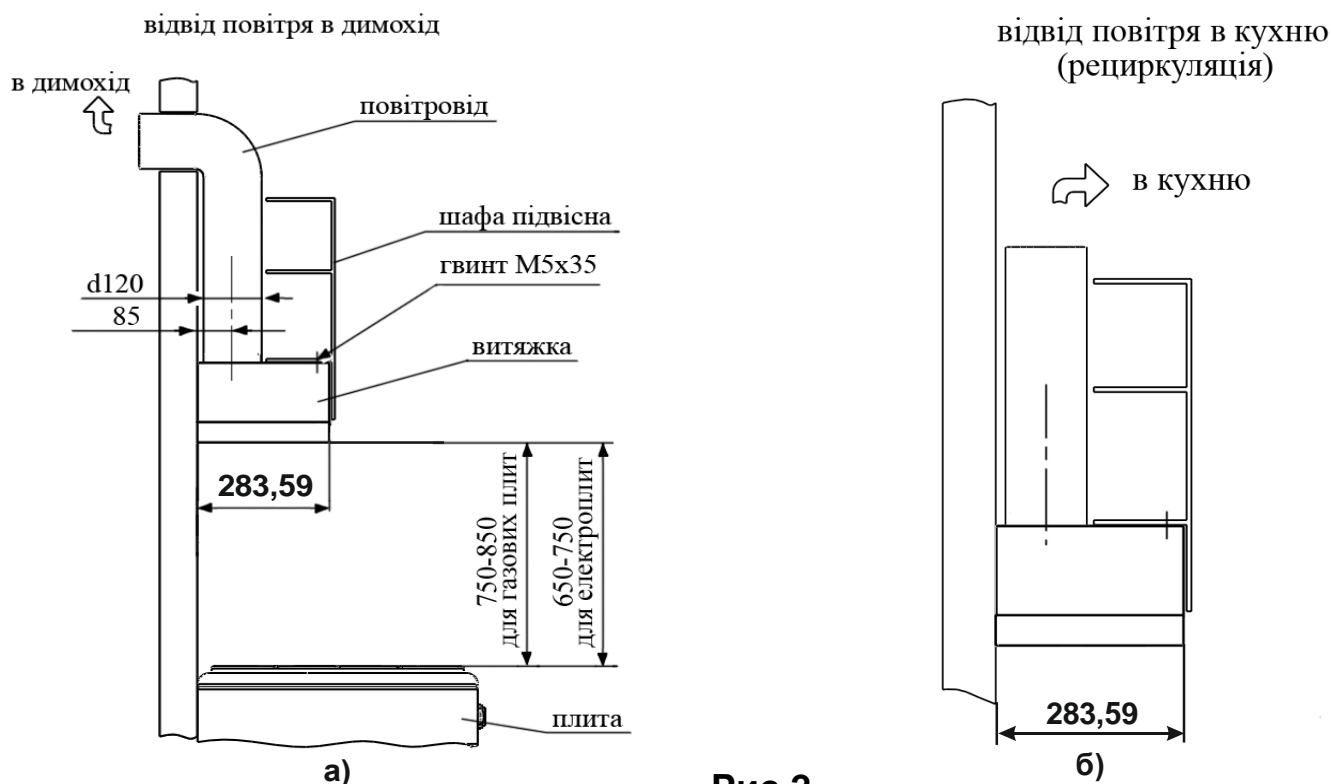

Рис.2
1.5 В залежності від схеми установки над плитою витяжка може працювати в двох варіантах (**рис.2**):
- в режимі відводу повітря в стаціонарний вентиляційний канал (димохід) кухні з використанням гофрованих алюмінієвих повітроводів Ø150мм, а з перехідником Ø120 (**рис.2а**);
- в режимі рециркуляції (замкнута кругова циркуляція повітря на кухні), коли витяжка не підключається до димоходу, а повітря проганяється через жирозловлюючі алюмінієві та вугільні запаховбирні фільтри (купляються окремо і встановлюються на кришці турбовентилятора) і повертається знову на кухню (**рис.2б**).
1.11 **Увага! Витяжка монтується на стіні над електроплитами на віддалі 650-750мм, а над газовими плитами на відстані 750-850мм від робочої поверхні плити (рис.2).**
5.3 В залежності від схеми установки витяжка працює в двох варіантах (**рис.2**):